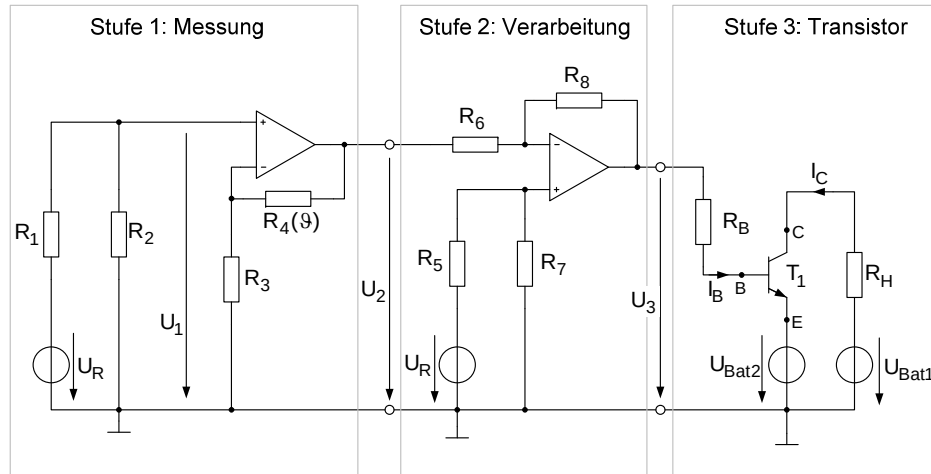

Bild 3.1: Schaltung zur Temperaturmessung und Ansteuerung des Transistors
Für eine Heizungssteuerung soll die Temperatur ϑ über einen temperaturabhängigen Widerstand $R_4(\vartheta)$ gemessen und abhängig davon über einen Transistor T_1 ein Heizdraht R_H angesteuert werden. Bild 3.1 zeigt die Schaltung.
Versorgungsspannung (in Bild 3.1 nicht eingezeichnet): $\pm 15 \text{ V}$
- Zeichnen Sie das Gleichstromersatzschaltbild (GS-ESB) der Stufe 3 inklusive der Ströme und Spannungen, welche auch in Bild 3.1 eingezeichnet sind. Tragen Sie zusätzlich noch die Basis-Emitter-Spannung U_{BE} ein. Elemente, die vernachlässigt werden können sind NICHT mit einzuzeichnen.